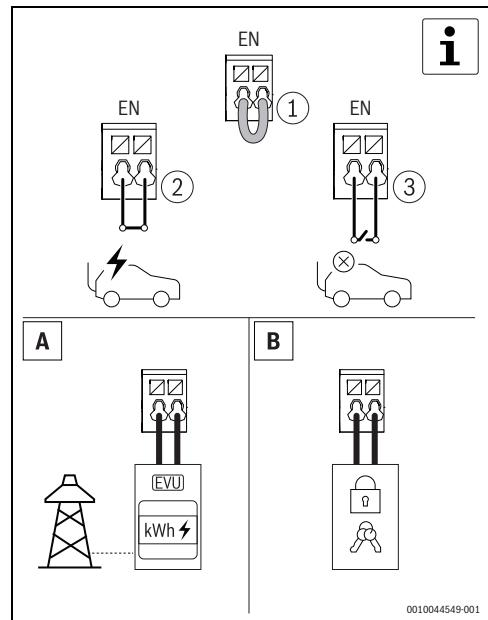

Fig. 431 Intrare digitală optională
- Deblocați Power Charge 7000i prin intermediul cardului RFID, al aplicației sau al aparatului de blocare extern. Acest pas este optional (→ Fig. 431 și 6.1.5, pagina 413).